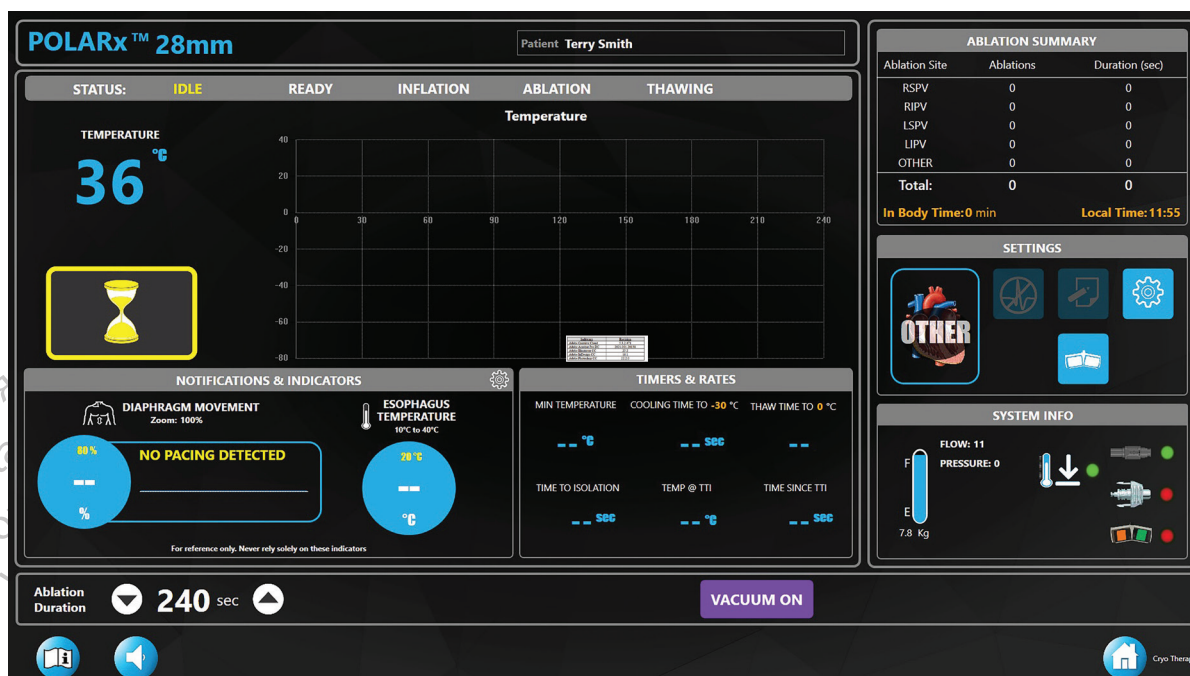

Figura 5. Pantalla de terapia en estado INACTIVO con un catéter válido conectado
3. Pulse el botón **VACUUM ON** (Vacío activado) en la pantalla Therapy (Terapia) (Figura 5).